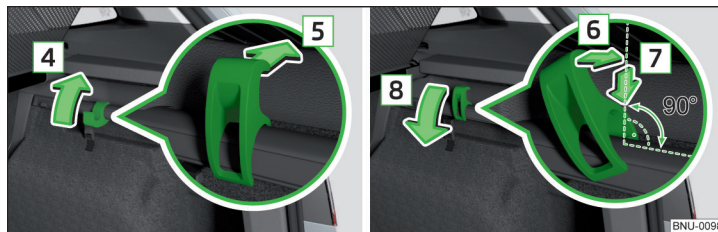

Fig. 132 Retirar/colocar el gancho
- » Plegar el gancho en el sentido de la flecha **4** en la posición vertical » fig. 132.
- » Colocar el gancho en el sentido inclinado sobre el listón de fijación y ajustarlo recto en el sentido de la flecha **6** » fig. 132.